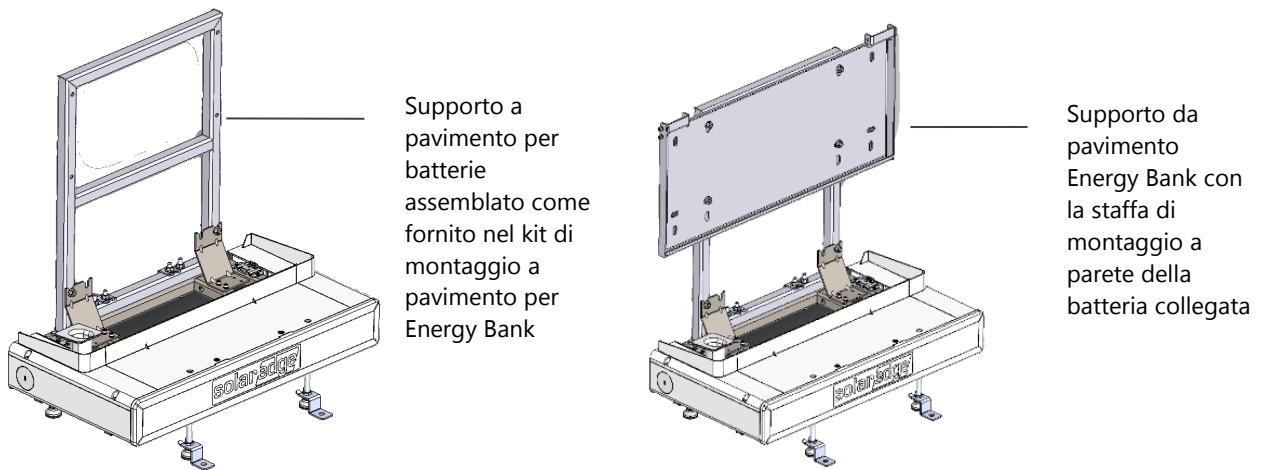

Figura 4: Supporto da pavimento assemblato e supporto da pavimento con staffa di montaggio a parete della batteria
Il supporto da pavimento assemblato include la base e il supporto posteriore come illustrato a sinistra nella Figura 4. La parte destra della figura mostra la staffa di montaggio a parete della batteria una volta collegata al supporto da pavimento assemblato.
8. Avvitare senza stringere un dado M8 (1/2") su ciascuno dei quattro perni del supporto posteriore per tenere in posizione la staffa di montaggio a muro e poi stringere completamente a 17 Nm/150 in*lb per fissare definitivamente la staffa a muro come mostrato nella Figura 4.